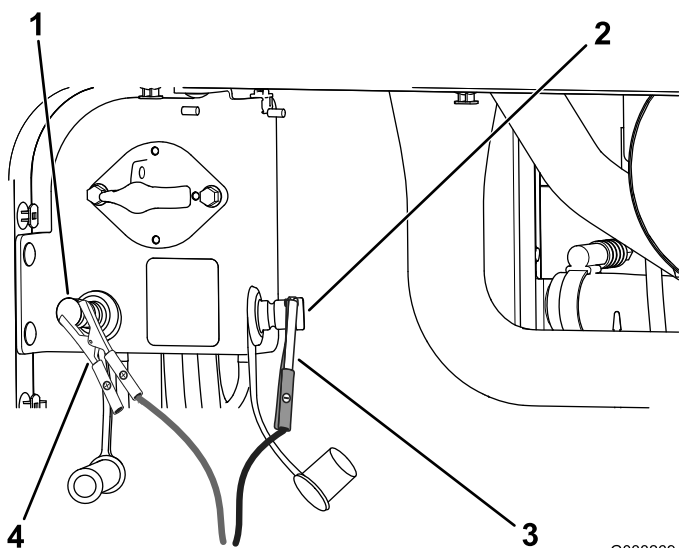

Figura 77
4. Collegare il cavo di ricarica positivo al polo di avviamento positivo (Figura 77).
5. Collegare il cavo di ricarica negativo al polo di avviamento negativo (Figura 77).
- Quando le batterie sono completamente cariche, staccate il caricabatterie dalla presa elettrica e scollegate i cavi di ricarica dai poli di avviamento (Figura 77).